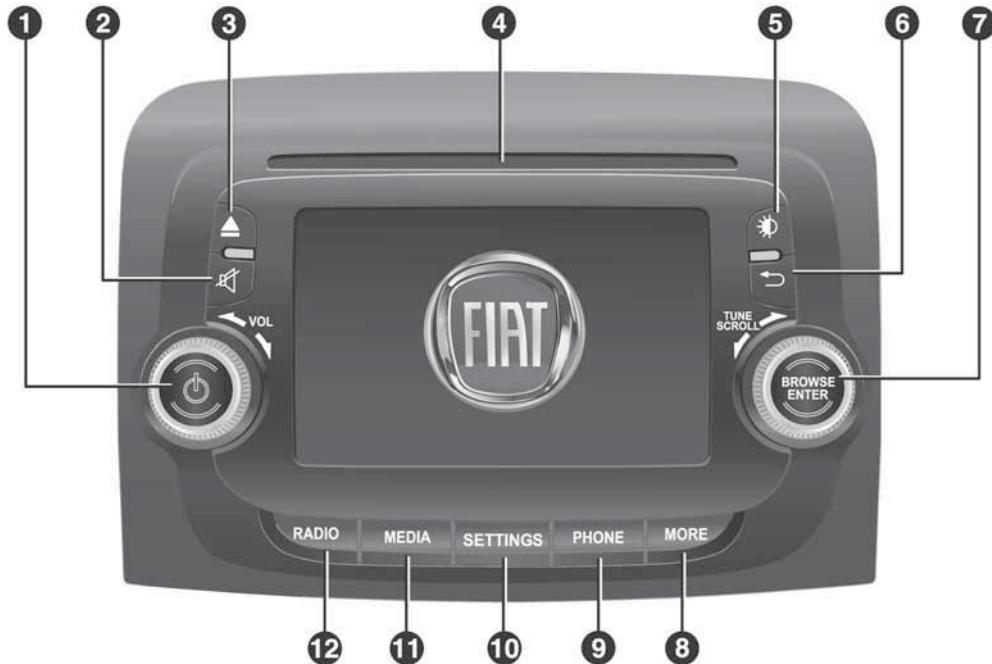

fig. 1
Il sistema si accende/spegne premendo il tasto/manopola  (ON/OFF) (1-fig. 1).
Per attivare la modalità Radio premere il tasto RADIO (12-fig. 1) sul frontalino.
- rotazione del tasto/manopola BROWSE ENTER (7-fig. 1);